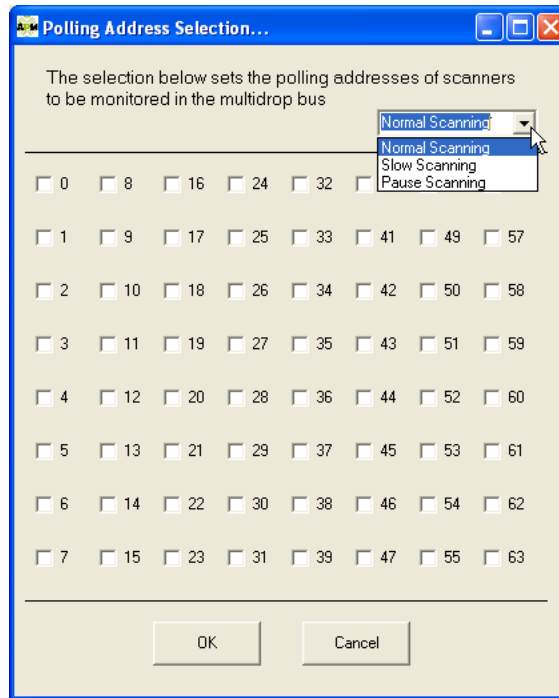

Рисунок 41
- ⊙ Команда **Polling Address Selection** (в меню **Device**) – при подключении в режиме «multiple» (RS485 Multidrop) задаются сетевые адреса уровнемеров, подлежащих мониторингу. В появившемся окне отметьте соответствующие сетевые адреса. Для каждого уровнемера, для которого будет отмечен сетевой адрес, будет сохраняться Log-файл и 3DLog-файл (см. Рисунок 41).